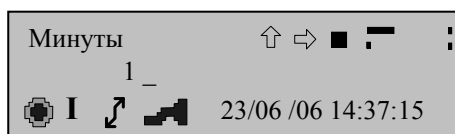

рисунок 10
- для перехода ко второму и последующим символам пароля необходимо активизировать пиктограмму “Вправо” и нажать кнопку управления ПРОСМОТР (курсор должен переместиться на следующую позицию) (рисунок 10);